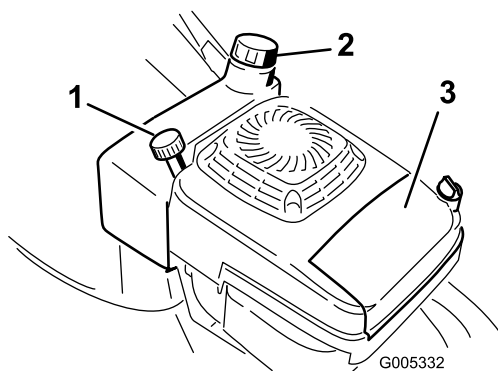

Figure 10
1. Nettoyez la surface autour du bouchon du réservoir de carburant (Figure 10).